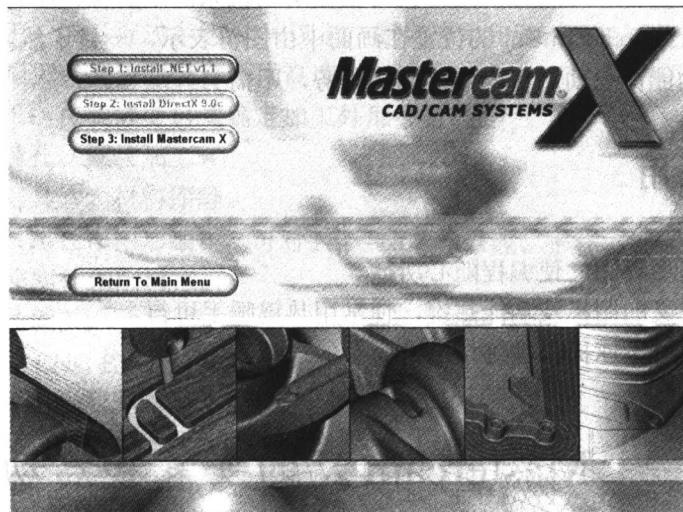

图 1.1 Mastercam 安装界面
(1) 将 Mastercam X SP1 的安装光盘放入光驱，系统会自动开始安装。也可以直接执行光盘中的 Setup.exe 文件。之后首先出现如图 1.1 所示的安装界面。